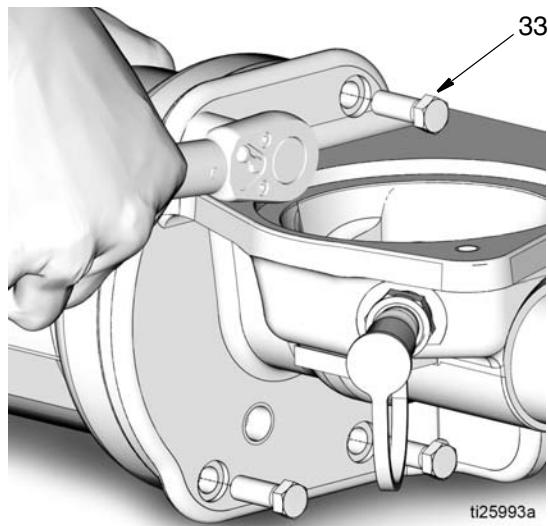

图 52
- c. 安装 4 个新螺栓 (33)。用手均匀拧紧螺栓，以对角模式每次每个拧一点点。然后用 10–13 英尺磅 (13.5–17.6 N·m) 的扭矩对角拧紧。参见图 52。